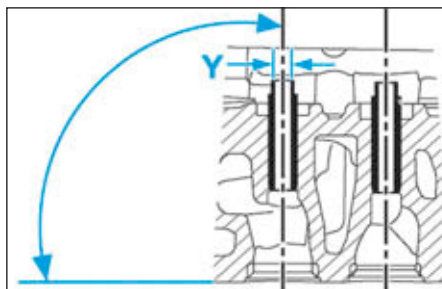

FIG.45
• Mesurer le diamètre (Y) intérieur du guide de soupape qui doit être compris entre 6,00 et 6,02 mm (Fig.45).